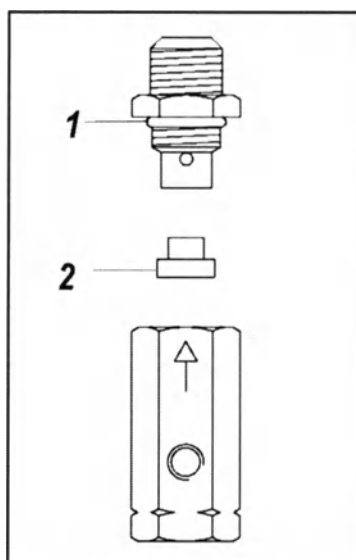

Рис. 7.44
- утечка обратного клапана. Уберите гибкую трубку, чтобы видеть просачивается ли воздух из клапана. Если это так, отвинтите пробку (рис. 7.44, поз. 1), осторожно очистите резиновый диск (рис. 7.44, поз. 2) и место где он располагается. Если утечка сохраняется, клапан надо заменить.